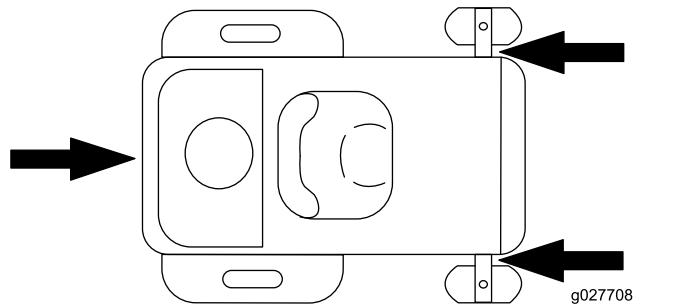

Figura 37
- Prenda a máquina perto das rodas giratórias frontais e pára-choques traseiro (Figura 37).